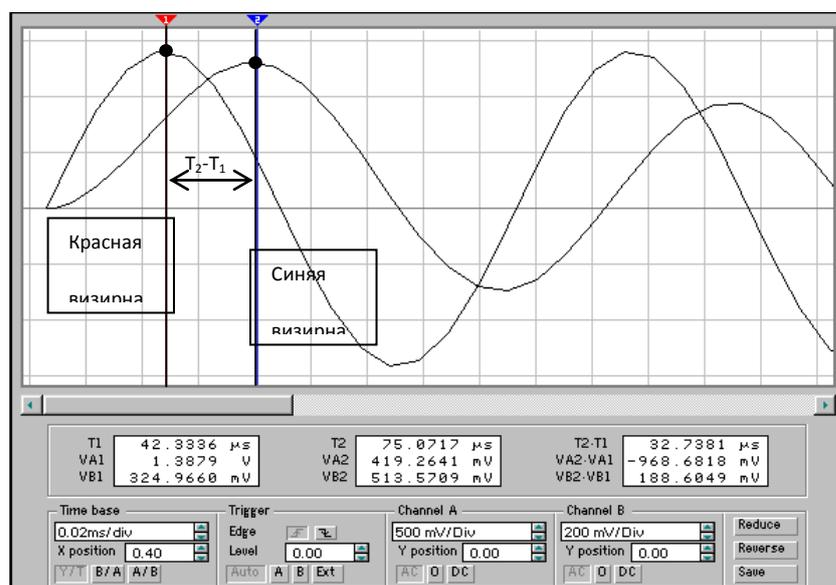

Рис.14
8) Еще один необходимый для работы осциллографа режим – увеличение размера экрана. Этот режим выполняется кнопкой “EXPAND”. Лицевая панель осциллографа существенно меняется (рис.14) – увеличивается размер экрана и появляется возможность подробно сравнить два сигнала по форме. При сравнении форм сигналов нужно учитывать чувствительность прибора по входным каналам.
Визирные линии (они показаны на рис.14) могут быть установлены за треугольные «ушки» курсором в любое место экрана. Красная визирная линия имеет номер 1, синяя – номер 2. В индикаторных окнах приводятся результаты измерения напряжений, временных интервалов и их приращений между соответствующими визирными линиями по их порядковому номеру.
Для измерения разности начальных фаз двух сигналов визирные линии нужно устанавливать в ближайших точках максимальных значений двух сигналов. Красную визирную линию нужно установить на входной сигнал. Это показано на рис.14.